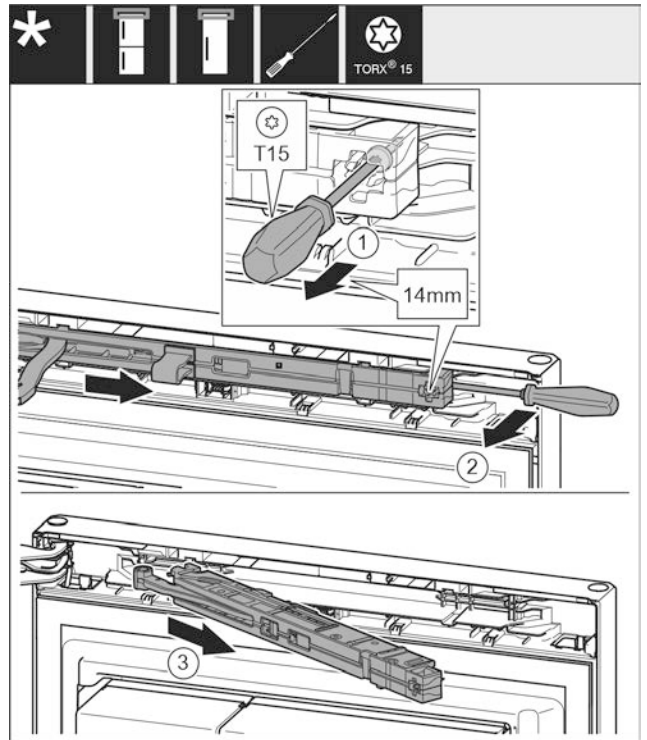

Fig. 10
- ▶ Ослабьте винт на узле амортизатора с помощью отвертки T15 примерно на 14 мм. *Fig. 10 (1)*
- ▶ При помощи отвертки со стороны ручки переместите за узел амортизатора и поверните вперед. *Fig. 10 (2)*
- ▶ Извлеките узел амортизатора. *Fig. 10 (3)*